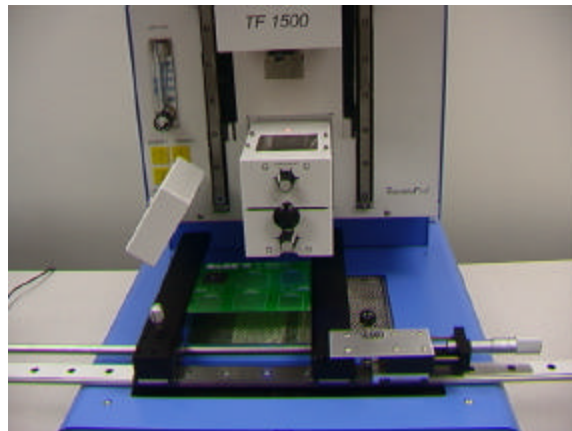

Abbildung 16
- vii. Ziehen Sie die Kamera heraus. (Abbildung 16)